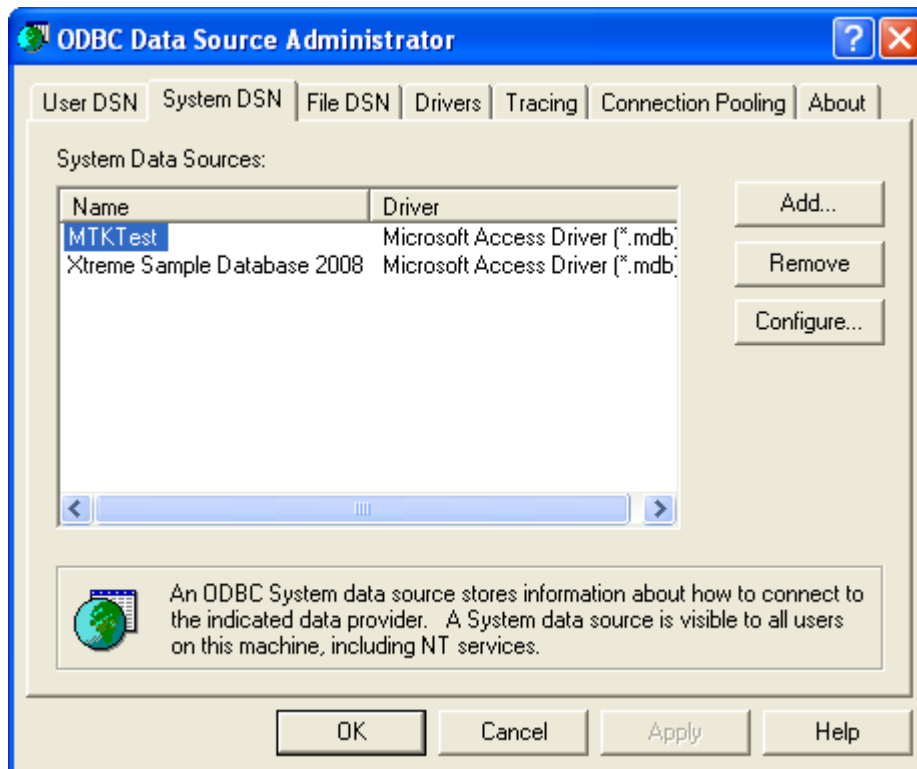

Figure 95 - ODBC Data Source Administrator (System DSN Tab)
4. Select the **System DSN** tab (Figure 95).